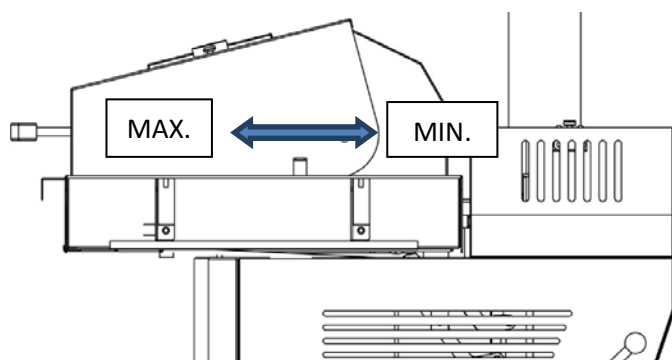

Abb.06
- Verbrennungslufteinstellung auf Max. (Abb.06) einstellen
Es können zwei Leistungsarten ausgewählt werden: Maximum und Minimum (Abb.06).